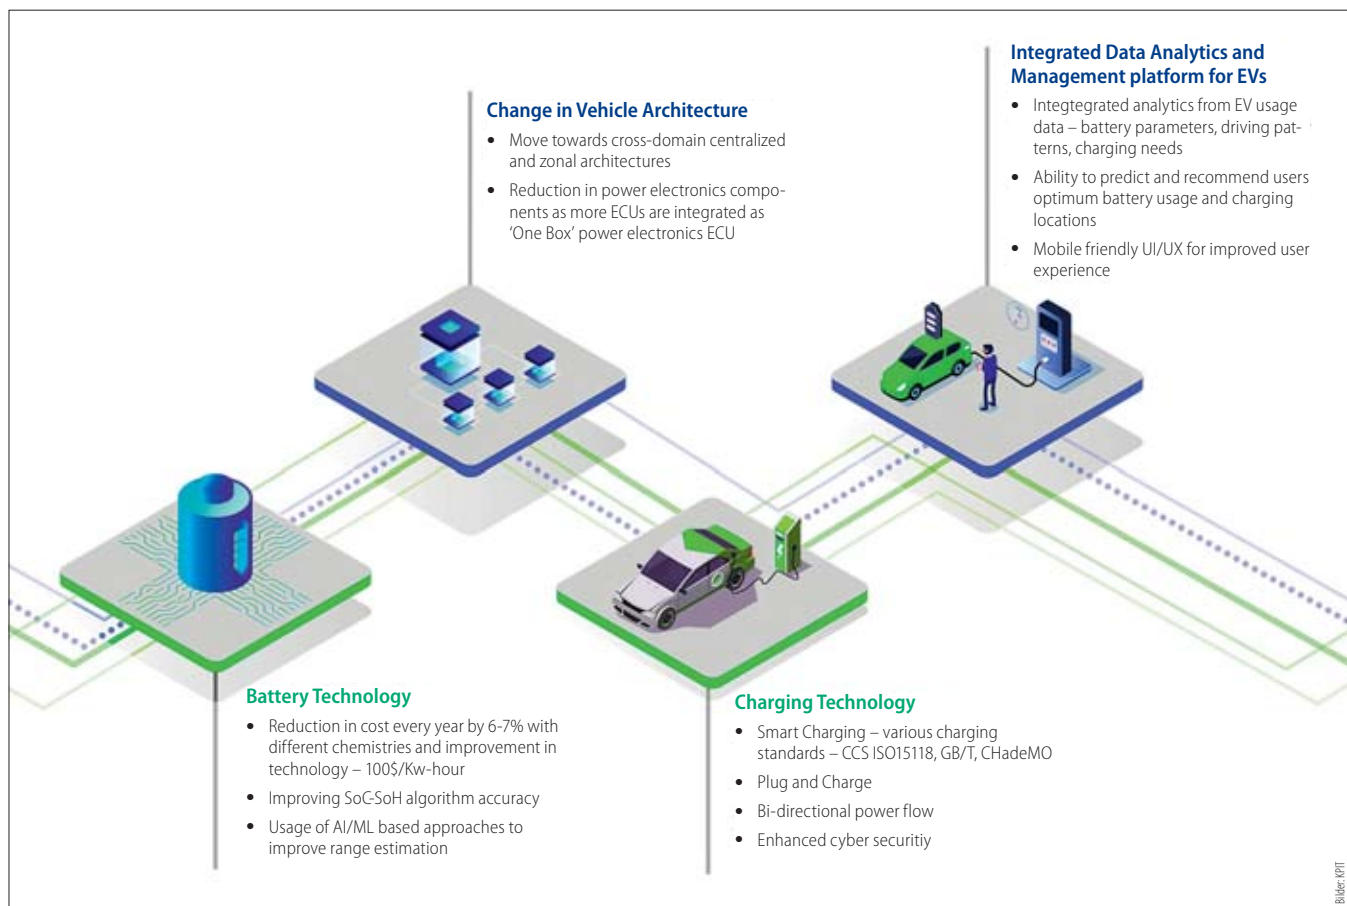

Bild 1: Die vier Säulen bzw. wichtigsten Technologietrends, die für die Zukunft der Elektrifizierung bestimmend sind.
In Bild 1 sind die wichtigsten Technologietrends dargestellt, die auf eine mögliche Zunahme der Akzeptanz von E-Fahrzeugen (EV) hinweisen. Die Batterien sind heute die teuerste Komponente von Elektrofahrzeugen. Effiziente und intuitive Batterie-Managementsysteme (BMS) mit künstlicher Intelligenz und fortschrittlichen Schätzverfahren, die genaue und zuverlässige Daten über den Batteriezustand liefern, können jedoch dazu beitragen, die Gesamtkosten der Batterien zu